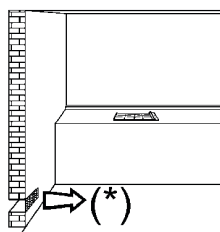
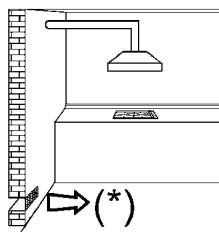
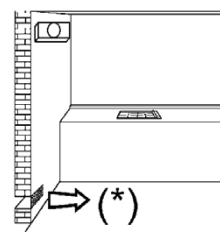

FIG. 3
FIG. 4
FIG. 5
- *utilização de um aparelho de cozedura a gás produz calor e humidade no aposento no qual está instalado. Portanto, é necessário garantir uma boa ventilação do aposento mantendo as aberturas de ventilação natural desobstruídas (fig. 3) e a tivando o dispositivo mecânico de ventilação (exaustor ou ventilador elétrico fig. 4 e fig. 5).*
Para que o aparelho funcione corretamente, é indispensável que o local de instalação seja permanentemente ventilado. A quantidade de ar necessária é a exigida pela combustão regular do gás e pela ventilação do local, cujo volume não poderá ser inferior a 20 m³. O ar deve entrar naturalmente por via direta através de aberturas permanentes, que atravessam a parede do local a ventilar, alcançando o lado exterior com uma secção mínima de 100 cm² (veja fig. 3).
Os aparelhos para cozinhar a gás devem sempre libertar os produtos da combustão por meio de exaustão ligada a chaminés ou diretamente ao exterior (veja fig. 4). Caso não exista a possibilidade de aplicação de exaustão, admite-se o uso de um ventilador elétrico instalado na janela ou numa parede que dê para o exterior, o qual deverá funcionar junto com o aparelho (veja fig. 5), desde que a Norma em vigor em matéria de ventilação seja respeitada.